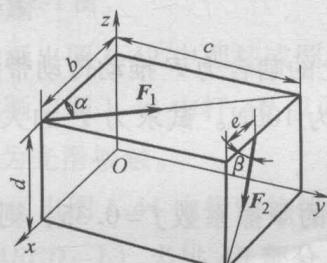

图 1-30
(12) 图 1-30 所示长方体上作用着两个力  $F_1$ 、 $F_2$ 。已知:  $F_1 = 100N$ ,  $F_2 = 10\sqrt{5}N$ ,  $b = 0.3m$ ,  $c = 0.4m$ ,  $d = 0.2m$ ,  $e = 0.1m$ , 试分别计算力  $F_1$  和  $F_2$  在三个坐标轴上的投影及对三个坐标轴之矩。